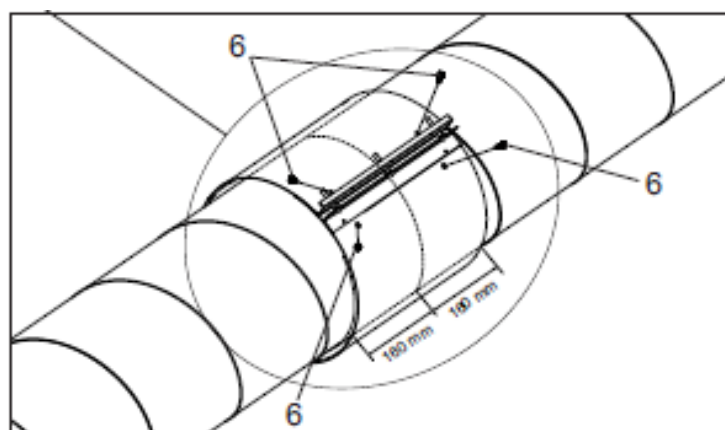

Fig. 4.33 Fixare niple cu suruburi
- 4) Fixati, deci, niplele pe tuburi in gaurile existente utilizand suruburi autofiletante furnizate ca in fig. 4.33.